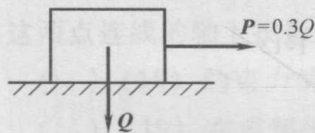

图 1-6
(6) 一个不平衡的平面汇交力系, 若满足 $\sum F_x = 0$ 的条件, 则其合力的方位应是 ()。
(7) 已知力 F_1 和 F_2 都作用于同一点, 其合力 $F_R = F_1 + F_2$, 则各力大小之间的关系为 ()。
(8) 图 1-6 所示物块重量为 Q ，水平拉力 $P = 0.3Q$ ，若物块与水平面间摩擦系数 $f = 0.35$ ，则重物与水平面间的摩擦力应为 ()。